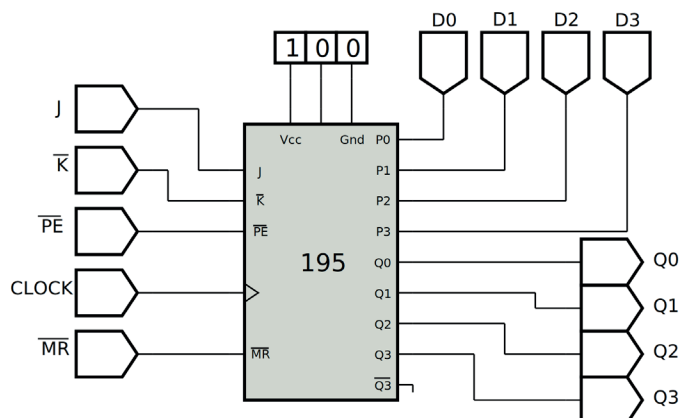
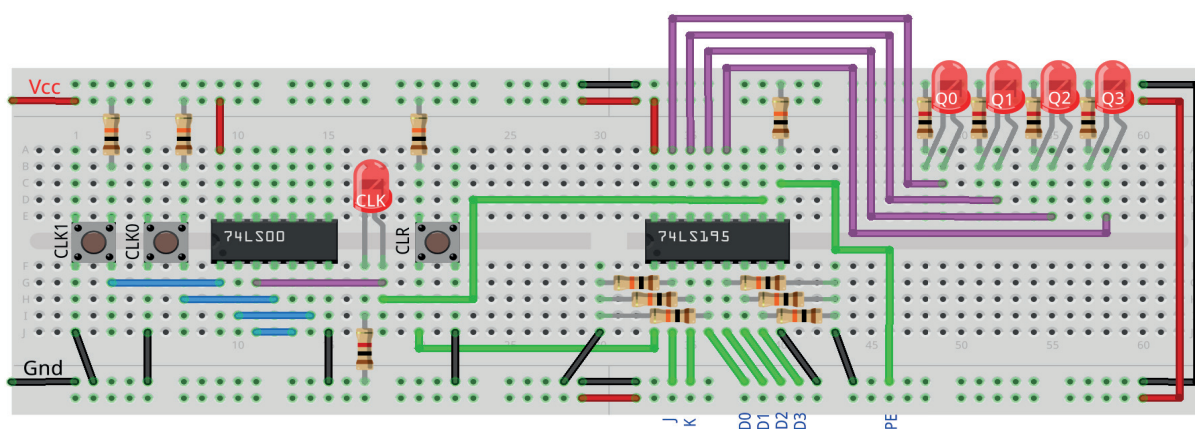

Figura 11.23 – Diagrama esquemático.
Figura 11.25 – Disposição dos componentes na placa de montagem.
1. Monte o circuito na placa de montagem, conforme figura 11.25.
- a) O botão CLR pressionado envia um ativo baixo “0” e apaga todos os leds (MR).
4. Utilize um programa de simulação em computador (SmartSim, Atanua, Qucs) faça a simulação do circuito da figura 11.23. Compare os resultados com a tabela 11.8.